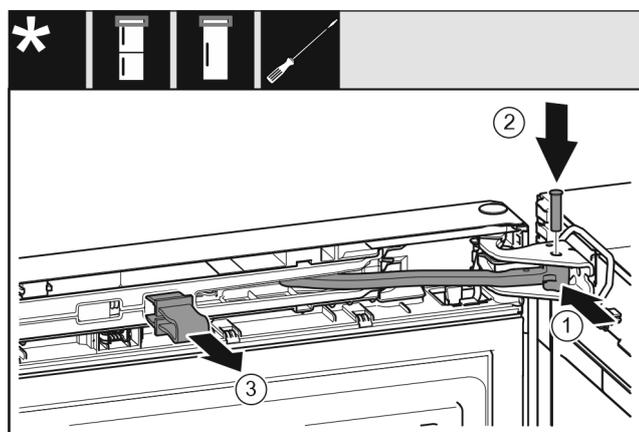

Fig. 30
- ▶ Ruotare il giunto Fig. 30 (1) nel blocco di supporto.
- ▶ Inserire il perno Fig. 30 (2) nel blocco di supporto e nel giunto. Assicurarsi che la camma di arresto sia posizionata correttamente nella scanalatura.
- ▶ Rimuovere il fusibile Fig. 30 (3).